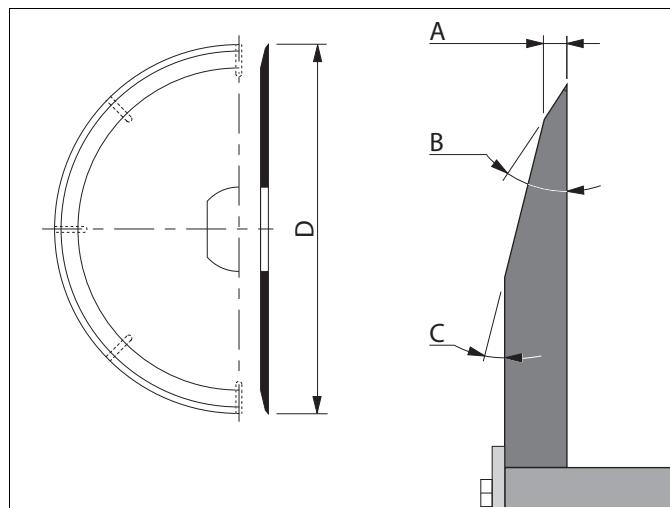

fig. 45 Grind the blade
2. Grind the blade. See fig. 45.